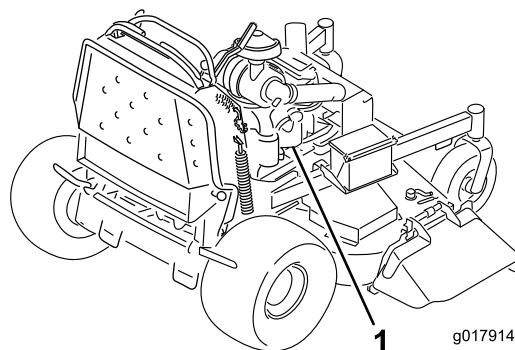

Figure 55
7. **Faites la dernière connexion sur le bloc moteur du véhicule en panne (pas à la borne négative de la batterie) loin de la batterie et reculez-vous (Figure 55).**